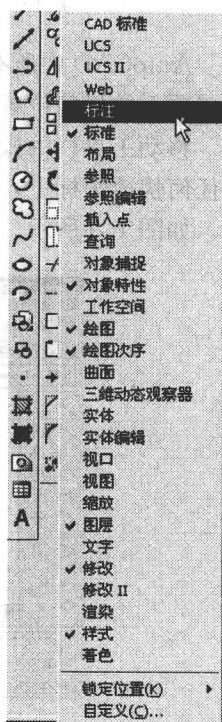

图 1.7 快捷菜单
1) 在界面内任意一个工具 “图标” 上单击右键, 弹出设置工具栏的快捷菜单, 如图 1.7 所示。前面打 “√” 的为在界面中显示, 否则为不显示;